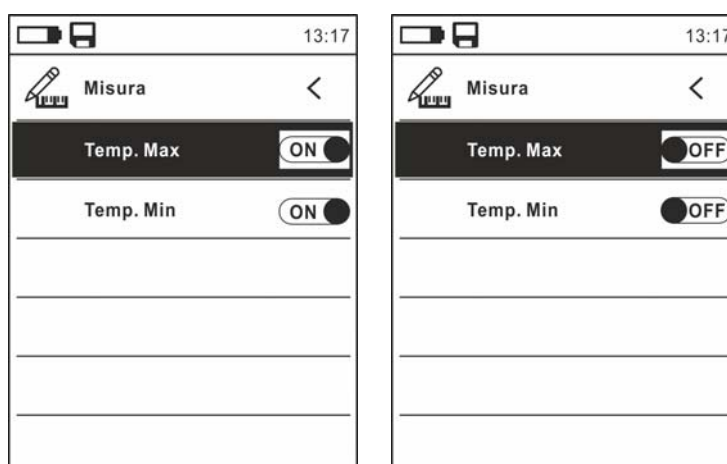

Fig. 11: Menu Misura
9. Selezionare la voce “Misura” e premere il tasto ≡ o ► per abilitare l'attivazione/disattivazione dei cursori associati al punto più “caldo” o più “freddo” nell'immagine termografica (vedere Fig. 11)